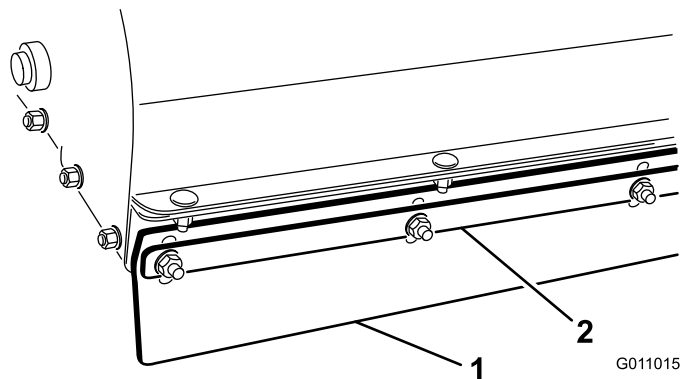

Figura 20
1. Allentate i dadi che fissano la reggetta di metallo e la falda anteriore all'alloggiamento della spazzola (Figura 20).